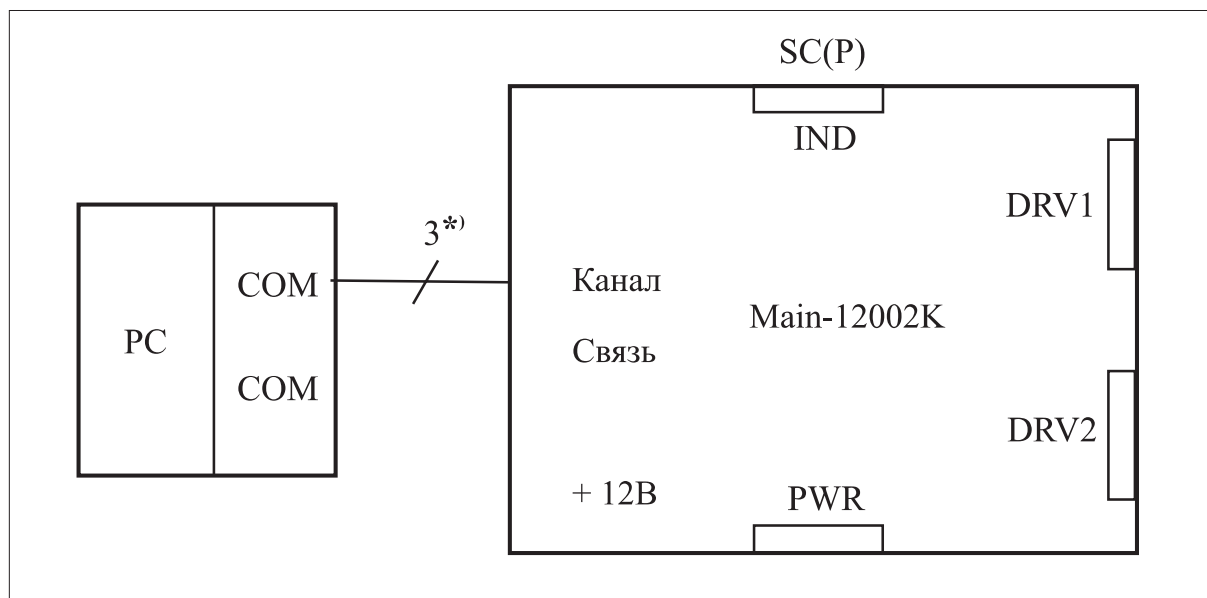

Рисунок 2 – Подключение компьютер — SC(P)
3. Менеджера питания (платы PERCo-PWR-12002) (см. рисунок 2, Приложение А).
2.2.2 Монтаж SC(P) (только связь с PC) (см. Рисунок 2, Приложение В)